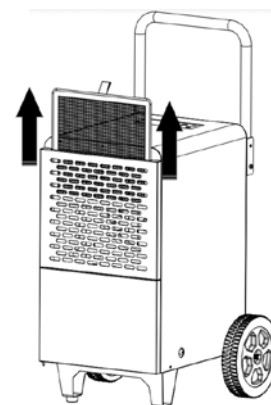

Abb. 11
- Luftfilter entnehmen (Abb. 11).